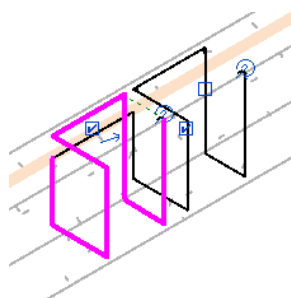

图 13-19 绘制草图 (2)
(5) 单击“绘制”面板中的“线”按钮，继续绘制其他平面上的钢筋草图，如图 13-19 所示。